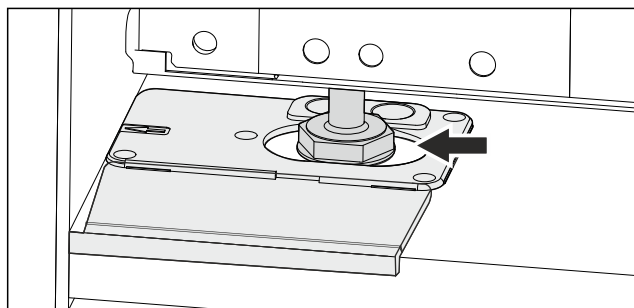

Fig. 47
- ▶ Poravnajte uređaj s pomoću podesivih nožica. Fig. 47 ()